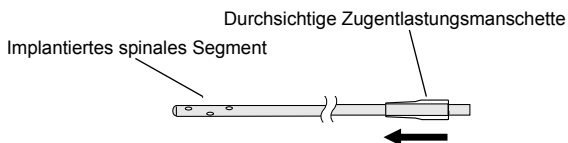

Abbildung 8. Aufschieben der durchsichtigen Zugentlastungsmanschette auf das spinale Segment
3. Die durchsichtige Zugentlastungsmanschette mit dem schmalen Ende voraus auf das spinale Segment schieben (Abbildung 8 auf Seite 54).